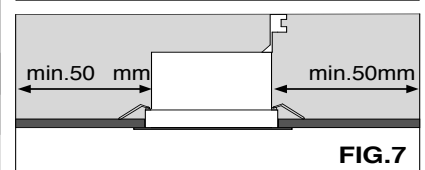

FIG.7
- Prima di installare l'apparecchio controllare che all'interno del controsoffitto vi siano minimo 50 mm di distanza tra l'apparecchio ed eventuali pareti laterali.**FIG.7**
- Before installing the light fixture, check that at the inside of the false ceiling you have a minimum distance of 50 mm between the light fixture and eventual walls.**FIG.7**
- Avant d'installer l'appareil, contrôler que dans l'intérieur du faux plafond il y ait une distance minimum de 50 mm. entre l'appareil et les éventuelles parois.**FIG.7**
- Kontrollieren Sie bei der Montage des Apparates dass in der Zwischendecke und einer eventuellen lateralen Wand eine Distanz von Minimum 50 mm ist. **FIG.7**